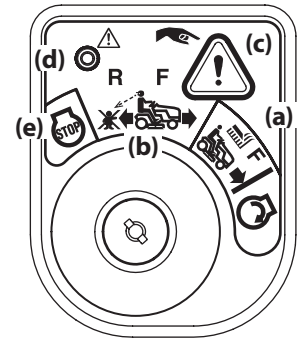

Figure 3-2
- Déplacez la clé de la position « NORMAL MOWING »  (a) Verte (Tonte normale) à la position « REVERSE CAUTION MODE »  (b) (Jaune) (Marche arrière - Prudence). Voir la See Figure 3-2.
- Appuyez sur le BOUTON-POUSOIR DE MARCHÉ ARRIÈRE  (c) dans le coin supérieur droit du module d'allumage. Le témoin lumineux rouge dans le coin supérieur gauche s'allume quand la marche arrière est embrayée. Voir la Figure 3-2.